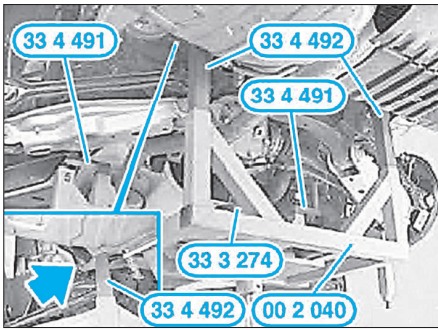

FIG. 26
OUTILLAGE SPÉCIFIQUE (FIG.26)
- Retirer les flexibles de frein (2) et les obturer par des bouchons.
- Insérer les outils 33 4 491 et 33 4 492 dans le logement prévu de l'outil 00 2 040 (Fig.26).